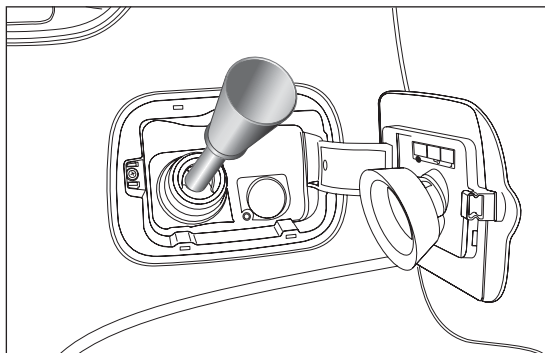

fig. 82
- ☐ introducir el adaptador B en la boca de llenado, tal y como se indica en fig. 82 y proceder al repostado;